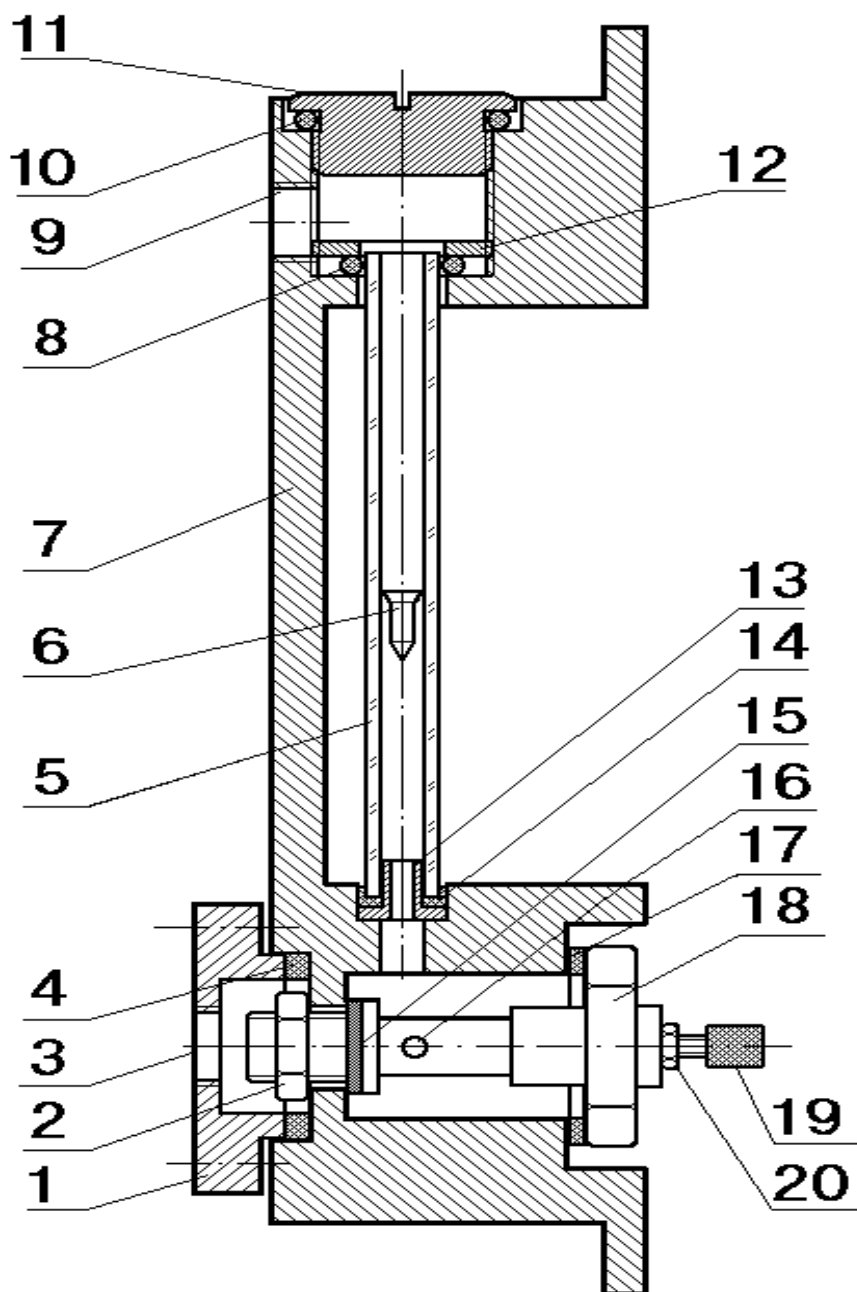

Рис. 6. Устройство ротаметра
Ротаметр представляет собой расходомер постоянного перепада давления. Он состоит из стеклянной трубки (поз. 5 на рис. 6) с конусным отверстием, расширяющимся вверху. В панели трубка уплотняется посредством прокладок (8 и 14) при затягивании гайки (12). Внутри конусной трубки находится поплавков (6), свободно плавающий в потоке измеряемого воздуха. Шкала прибора выполнена с равномерными делениями и нанесена на стеклянной трубке. Прибор устанавливается только в вертикальном положении при движении измеряемого воздуха снизу вверх.
В качестве запирающего устройства ротаметра используется пневмодроссель фирмы Samozzi (18 на рис. 6). Пневмодроссель является неразборной конструкцией. Воздух поступает из коллектора в отверстие в торце дросселя, проходит через седло с запорной иглой и выходит через отверстие (16) в боковой поверхности дросселя. Регулировка дросселя осуществляется с помощью маховичка (19) запорной иглы. При необходимости положение иглы можно зафиксировать с помощью контргайки (20).